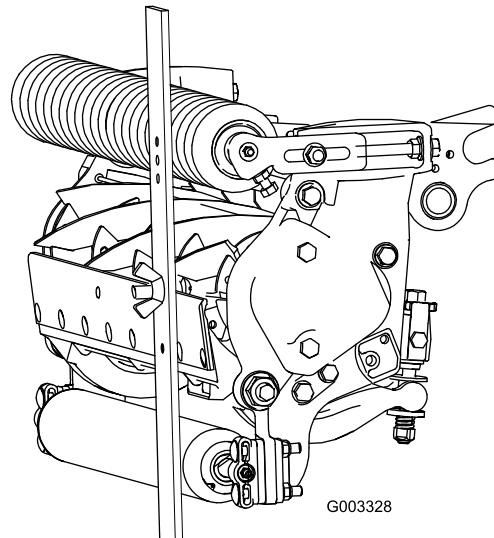

Figura 16
- Agganciate la testa della vite sul tagliente della controlama e poggiate l'estremità posteriore della barra sul rullo posteriore (Figura 16).
- Ruotate la vite di regolazione finché il rullo anteriore non toccherà la barra di riferimento (Figura 16). Regolate entrambe le estremità del rullo finché l'intero rullo non sarà parallelo alla controlama.